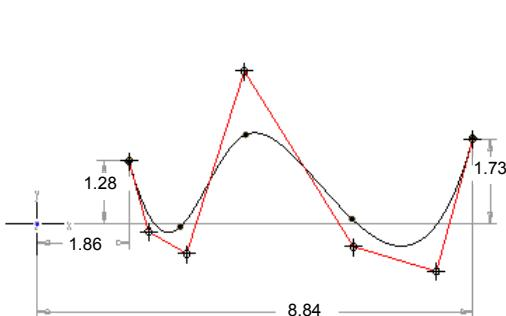

图 4.7.13 创建控制多边形
- 在操控板中按下 **图标** 按钮，可创建控制多边形，如图 4.7.13 所示。如果已经创建了控制多边形，单击此按钮则可删除创建的控制多边形。
- 在操控板中按下 **或**，用于显示内插点（图 4.7.11）或控制点（图 4.7.13）。